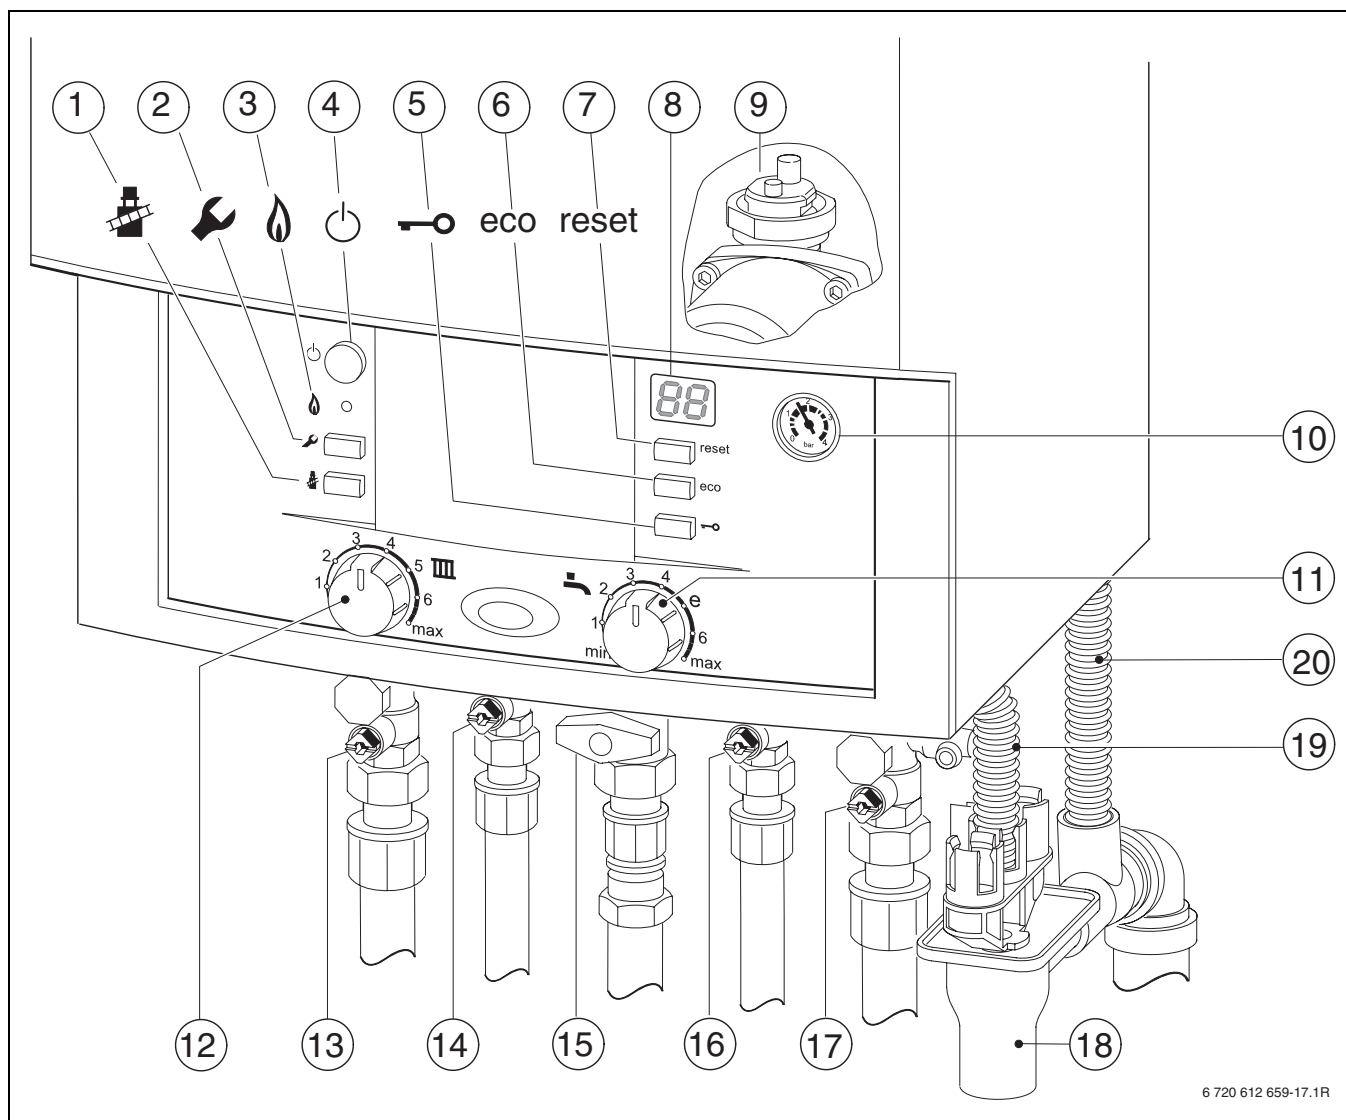

Bild 25
- Heizungsvorlaufhahn und Heizungsrücklaufhahn [13 und 17, Bild 25] öffnen und Heizungsanlage auf 1 - 2 bar füllen und Füllhahn schließen.
- Bei ZWB-Geräten Kaltwasserhahn und Warmwasserhahn [16 und 14, Bild 25] öffnen und einen Warmwasserhahn so lange öffnen bis Wasser austritt.